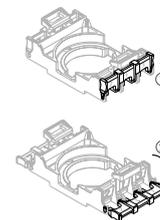

Fig. 3
2. Ouverture des attaches (voir Fig. 3)